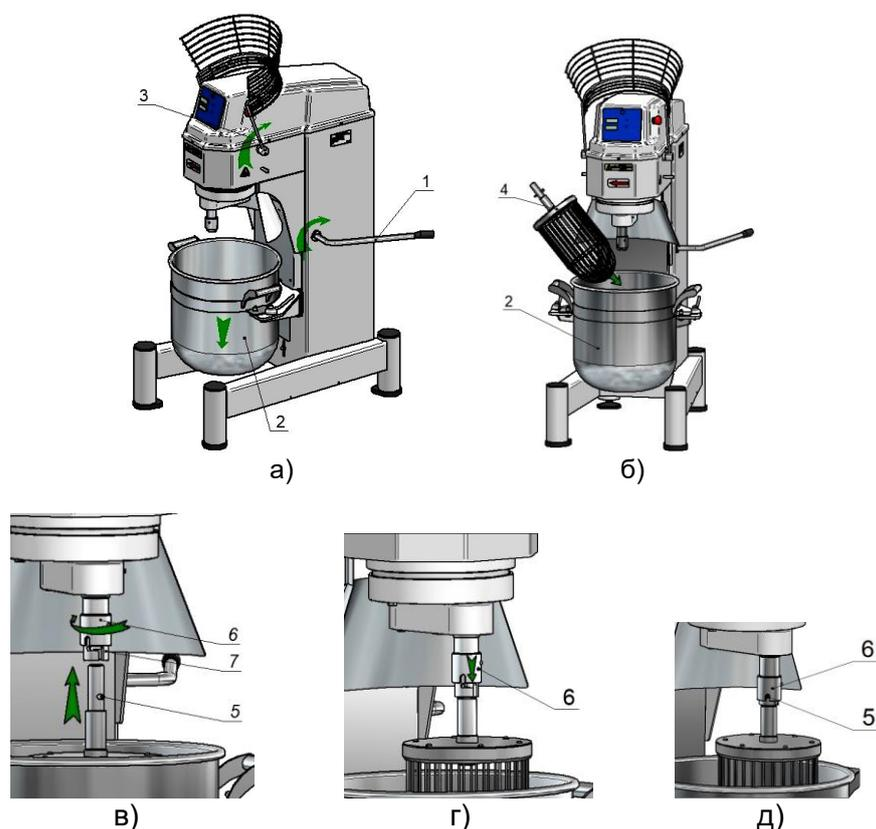

Рис. 3 Установка насадки для замеса
7.1.1. Поверните рычаг (1) по часовой стрелке до упора (рис. 3«а»). При этом дежа (2), установленная на кронштейне лифтового механизма, опустится вниз.
7.1.3. Возьмите необходимую для работы сменную насадку (4) для замеса и поместите её внутрь дежи (2) (рис. 3«б»).
7.1.4. Совместите ось хвостовика сменной насадки с осью шпинделя таким образом, чтобы штифт (5) был расположен напротив продольного паза шпинделя. Вставьте хвостовик сменной насадки в шпиндель и поверните её как показано на рис. 3«в», предварительно подняв вверх фиксатор (6) шпинделя.
7.1.5. Опустите фиксатор (6) шпинделя вниз. Установка сменной насадки завершена (рис. 3«г» и 3«д»).